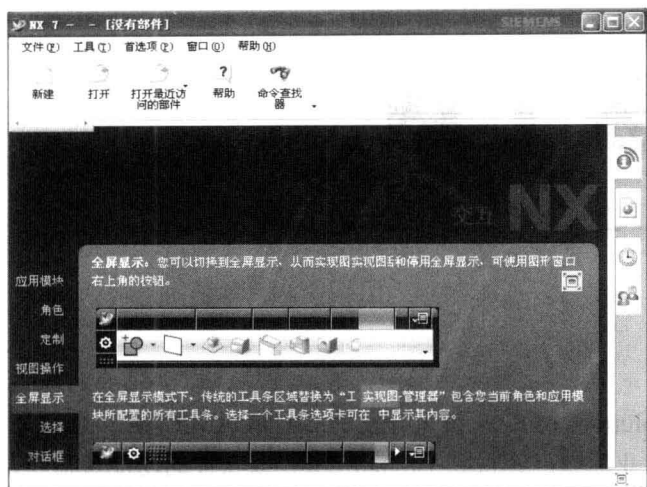

图 1-3 UG NX 7.0 启动后的初始界面
(1) 选择快捷菜单【开始】|【程序】|【UGS NX 7.0】|【NX 7.0】, 可以启动 UG NX 7.0 软件, 如图 1-1 所示。系统加载 UG NX 7.0 启动程序, 屏幕上出现启动画面, 如图 1-2 所示。软件启动后初始界面如图 1-3 所示。此时还不能进行实际操作, 通过新建部件文件或打开已建立的文件, 进入相应模块后才能操作。